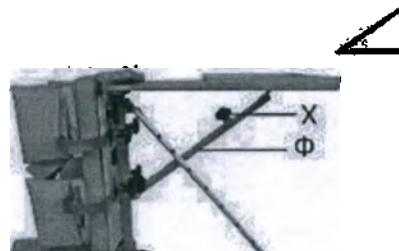

Рис.128
6) Регулировка столика по углу наклона (рис.128)